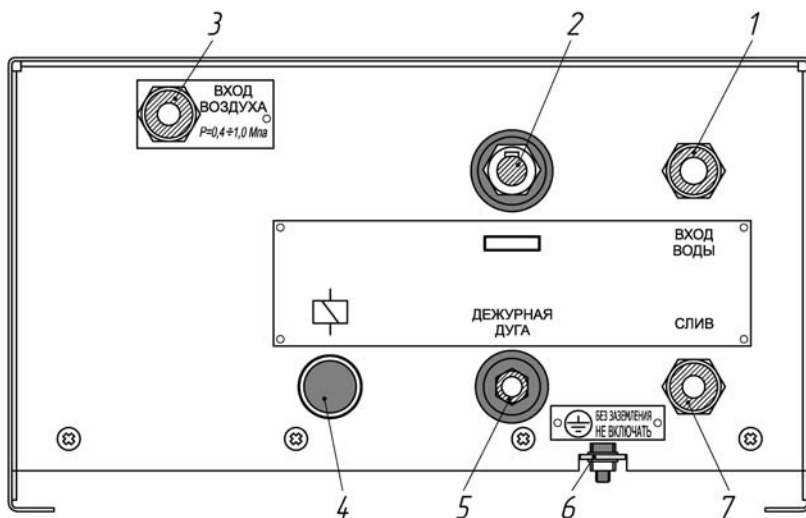

рисунок 1 Задняя панель **БВП-401**
5.1 Присоединить шланги входного и выходного потоков охлаждающей жидкости к соответствующим штуцерам поз.1 и поз.7 (*рисунок 1*) расположенных на задней стенке **БВП**. Входной шланг охлаждающей жидкости следует подключать через шаровой кран с резьбой 1/2 дюйма (входит в комплект поставки). Шланги должны лежать свободно, не касаться острых кромок металла, не иметь колец и перегибов, не должны располагаться в зоне работы плазмотрона.
К штуцеру поз. 3 (*рисунок 1*) через воздушный фильтр (входит в комплект поставки) подвести сжатый воздух от компрессора или магистрали. Давление воздуха на входе в **БВП** не должно превышать 1,0 МПа, но не должно быть менее необходимого для работы используемого в установке плазменной резки плазмотрона. Производительность компрессора также должна быть не менее необходимой для работы плазмотрона
5.2 Произвести подключение защитного заземления **БВП** соединив болт поз. 6 (*рисунок 1*) с общей заземленной нерабочей нейтралью электрической сети.
5.3 Подключить силовой разъем «МИНУС» поз. 2, разъем «ДЕЖУРНАЯ ДУГА» поз. 5, разъем цепи управления поз. 4 (*рисунок 1*) к соответствующим разъемам источника питания установки.